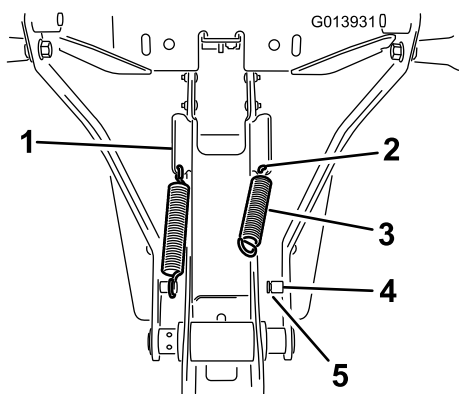

図 13
1. フレーム・アセンブリの側面にあるアングルタブの下端についている穴にスプリングを取り付ける (図 13)。
2. スプリングの一端を穴に引っ掛ける。適当な工具でスプリングを引っ張って、他端をクレードル・アームから突き出ている柱にセットする (図 13)。
3. スプリングの端部が柱の溝に適切にはまっていることを確認する (図 13)。